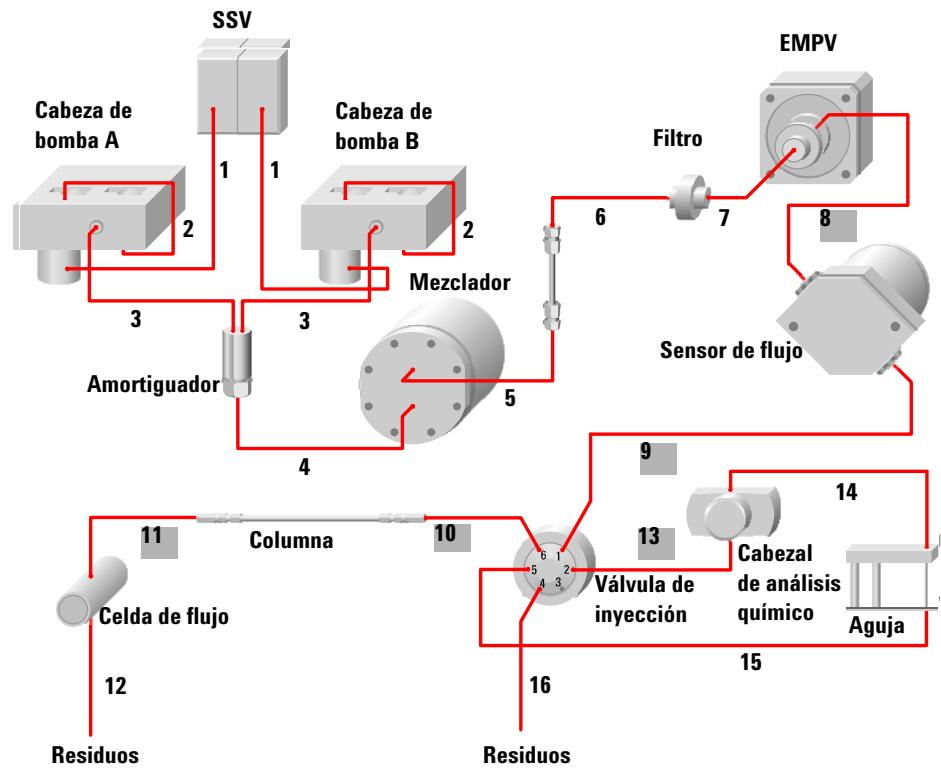

Figura 39 Diagrama de flujo de la bomba capilar
El kit para la ampliación de flujo descrito en la Tabla 80 permite adaptar la bomba capilar para el trabajo con flujos hasta 100 μ l/min. Con el fin de reducir la presión del sistema cuando se eleva el flujo hasta 100 μ l/min, es preciso cambiar ciertos capilares. Esos capilares (8, 9, 10, 11, 13) aparecen sombreados en la Figura 39 en la página 137.
- 1 Usando las llaves fijas de 4 mm/1/4 - 5/16", desconecte los capilares 8, 9, 10, 11 y 13. Consulte la Figura 39 en la página 137 para identificar su ubicación.
- 4 Usando las llaves fijas de 4 mm/1/4 - 5/16", conecte los capilares 8, 9, 10, 11 y 13 (consulte la Figura 39 en la página 137 para identificar su ubicación).